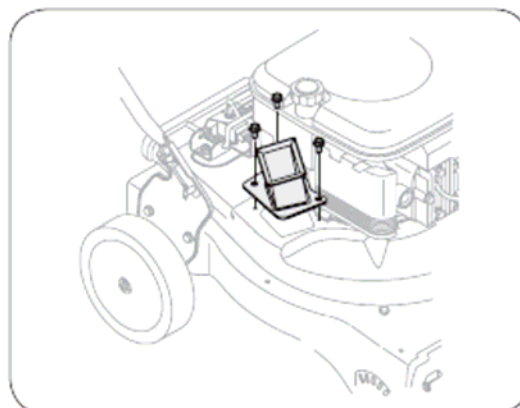

Figure 22
3. Снимите три винта с шестигранной головкой, крепящих измельчительный нож к верхней части корпуса (смотри рисунок 22).